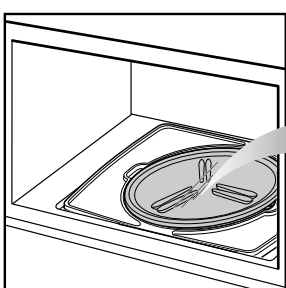

Figure 4-1
3. Placer le plateau en verre sur l'anneau rotatif. Insérer les galets du bras de l'arbre entre les nervures sous le plateau en verre. Les galets de l'anneau rotatif doivent être à l'intérieur de la crête sous le plateau en verre. (Voir les figures 4-1, 4-2)